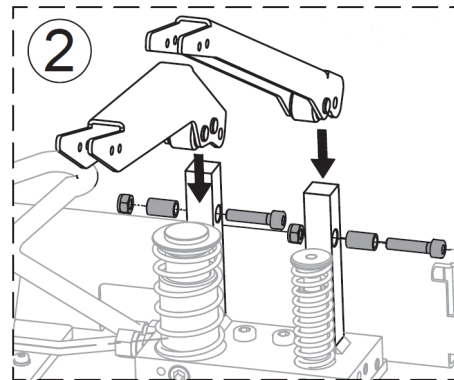

Abb. 16: Montage der Pedalgelenkarme
Schritt 2: Montieren Sie die beiden Pedalgelenkarme und die Buchsen mit den mitgelieferten Schrauben und Muttern (Abb. 16).